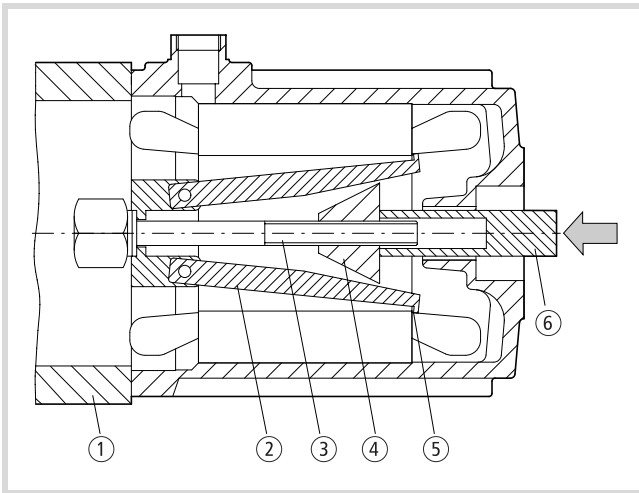

Abbildung 17: Auspressvorrichtung für Statorpakete
- ▶ Drehen Sie die Spindel ③. Dadurch spreizen sich die Arme ② (→ Abb. 17).